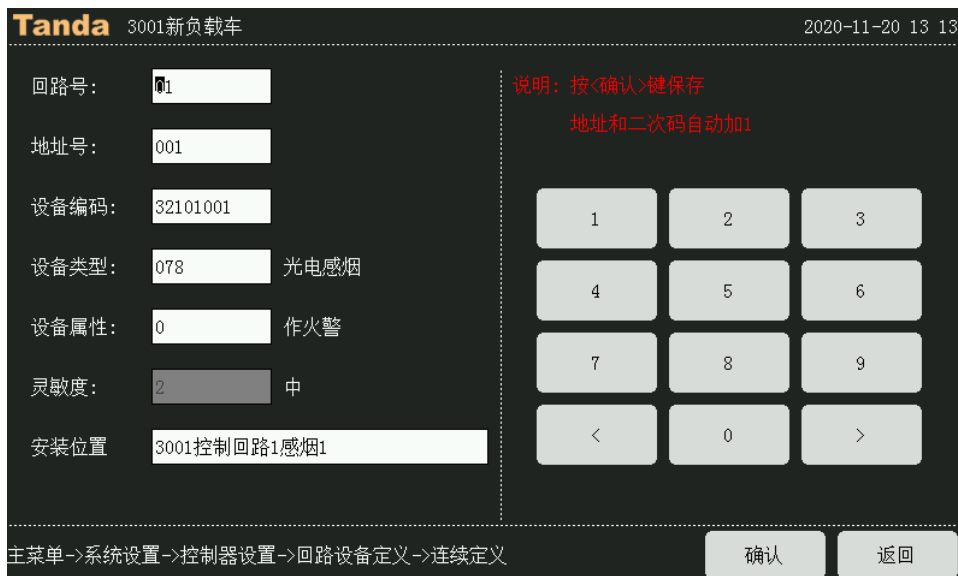

图 4-32 总线部件连续定义
1) 连续设备定义中，输入完成并保存后，地址号、二次码将随着第一次输入的值向上增长。其余信息不变，如图4-32。